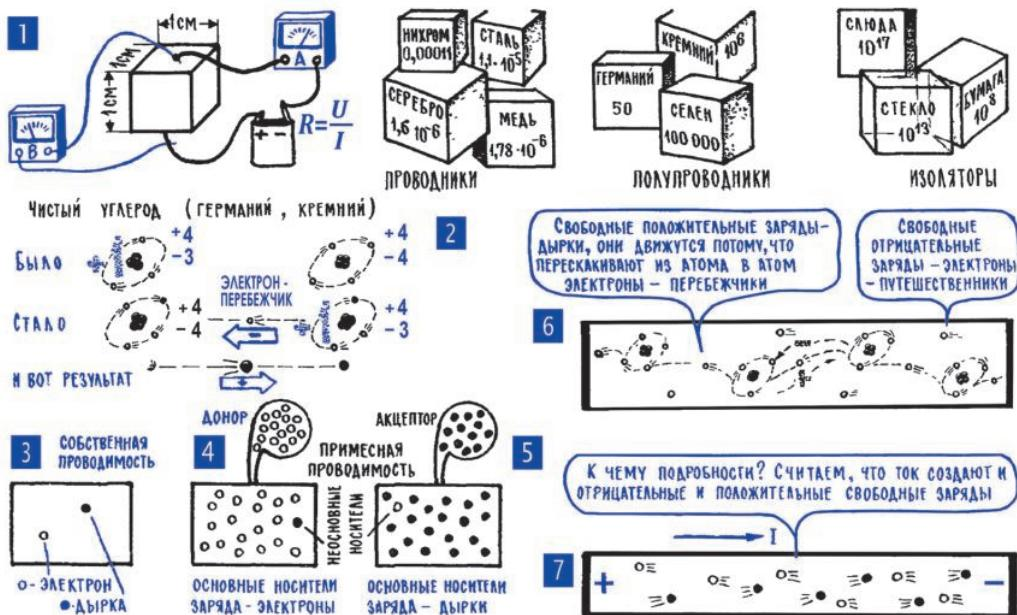

Рис. 9.2. Полупроводники
**5. Германий и кремний – полупроводники, в которых имеются свободные электроны и свободные положительные заряды (дырки).** Электрические свойства того или иного материала часто оценивают так: вырезают из этого материала кубик со стороной 1 см и измеряют его электрическое сопротивление (рис. 9.2; 1). Эту величину называют удельным сопротивлением (гл. 4; 5), единица его измерения – Ом/см (здесь отражено то, что сторона кубика 1 см). Удельное сопротивление никрома, одного из самых скверных проводников, – 0,00011 Ом/см (отличного проводника серебра – почти в сто раз меньше). А удельное сопротивление бумаги, одного из самых скверных изоляторов, – примерно 100 000 000 Ом/см (отличного изо-
Выскочив на свободу, электрон превратил свой до этого нейтральный атом в положительный ион (рис. 9.2; 2) – раз в атоме не хватает электрона, значит, его суммарный положительный заряд больше отрицательного (гл. 2; 9). Такой атом сдвинуться с места не может, он прочно закреплен в кристаллической решетке. И долго, казалось бы, должен стоять на месте этот одинокий положительный ион, дожидаясь, пока какой-нибудь электрон-путешественник случайно наткнется на пустующее место во внешней орбите, вернет атом в состояние электрического равновесия.
Положительный заряд атома, который появляется из-за того, что на внешней орбите не хватает электрона, называют «дыркой». В полупроводниках дырки ведут себя подобно свободным электронам – они хаотически перемещаются по кристаллу, а под действием приложенного напряжения сразу же включаются в электрический ток, упорядоченно смещаются, но уже, конечно, от «плюса» к «минусу» (рис. 9.2; 2, 6). Как принято говорить, дырки создают в полупроводнике *p*-проводимость (*p* – первая буква слова *positivus*, положительный; этим подчеркивается, что ток создают свободные положительные заряды, дырки).